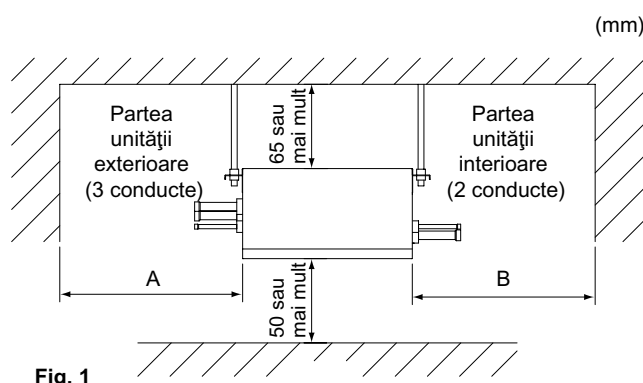

Fig. 1
- Unde se poate asigura un spațiu suficient pentru întreținere și reparații. (Consultați fig. 1)